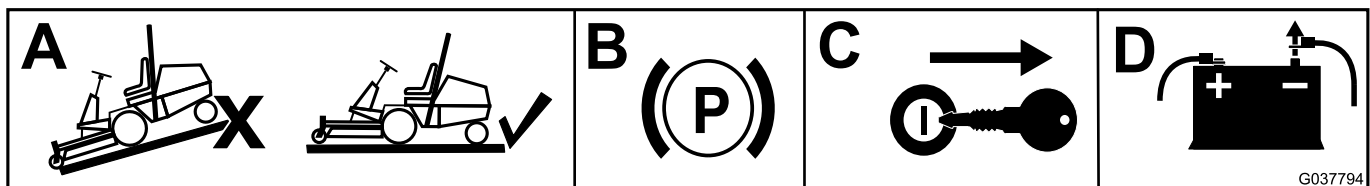

Figura 1
1. Spostate la macchina su una superficie pianeeggiante (casella A di Figura 1).
2. Inserite il freno di stazionamento (casella B di Figura 1).
3. Rimuovete la chiave dal relativo interruttore (casella C di Figura 1).
4. Rimuovete il cavo negativo della batteria dalla batteria (casella D di Figura 1).